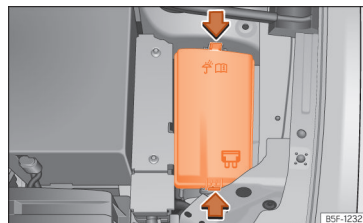

Fig. 221 În compartimentul motor: capacul cutiei de siguranțe.
- Apăsați clemele de blocare pentru deblocarea capacului cutiei de siguranțe »» fig. 221.